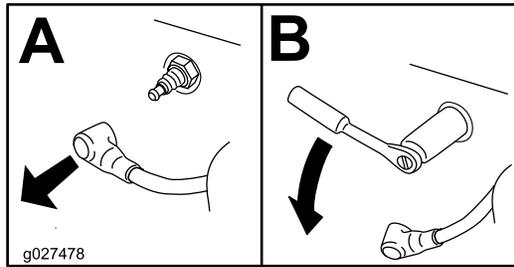

Figura 43
- Retire a vela de ignição (Figura 43).